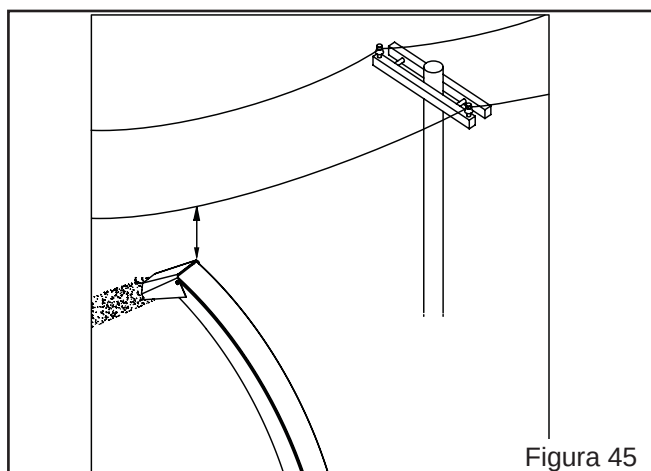

Figura 45
- c) Ao movimentar a bica, verifique se não há obstáculos que possam vir a colidir com a bica - árvores, fios elétricos, etc.(Figura 45).